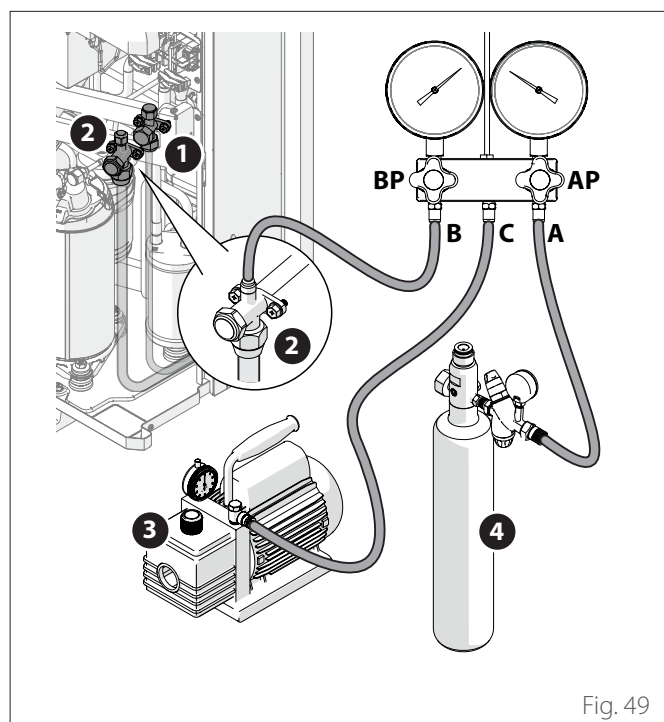

Fig. 49
- Collegare le tubazioni per il vuoto come in "Fig. 49" e la tubazione per la bombola di azoto.
- Aprire leggermente per qualche secondo la valvola di arresto **(2)** e richiuderla ("Fig. 49").